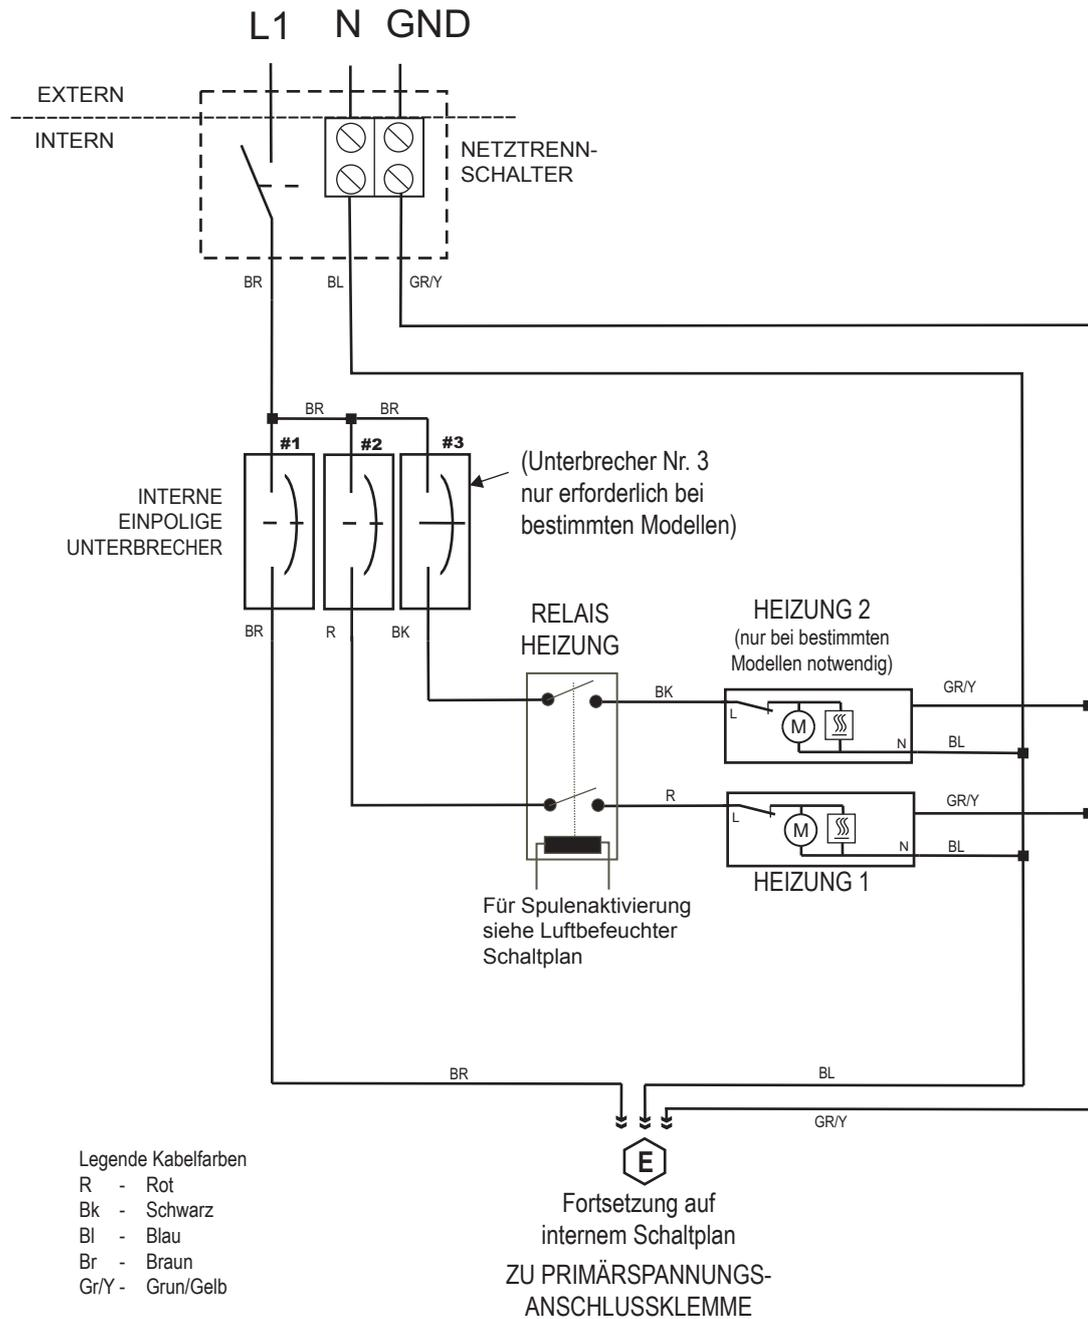

Abb. 19: Ergänzender Schaltplan Spannungsversorgung 120 V/1 ph für Condair GS 23 OC – GS 260 OC (Referenzdokument 2604703, Revision A)
- Verlegen Sie das Netzkabel über eine Kabelverschraubung in den Netztrennschalter und schliessen Sie es gemäss den entsprechenden Schaltplänen an die entsprechenden Klemmen an (siehe Abb. 19 auf Seite 53).
Abb. 19 zeigt den ergänzenden Schaltplan für die Spannungsversorgung 230 V/1 ph für den Condair GS 23 OC – GS 260 OC.
- Stromversorgung über den elektrischen Netztrennschalter am Luftbefeuchter gemäss entsprechendem Schaltplan angeschlossen (siehe Abb. 19 auf Seite 53)?